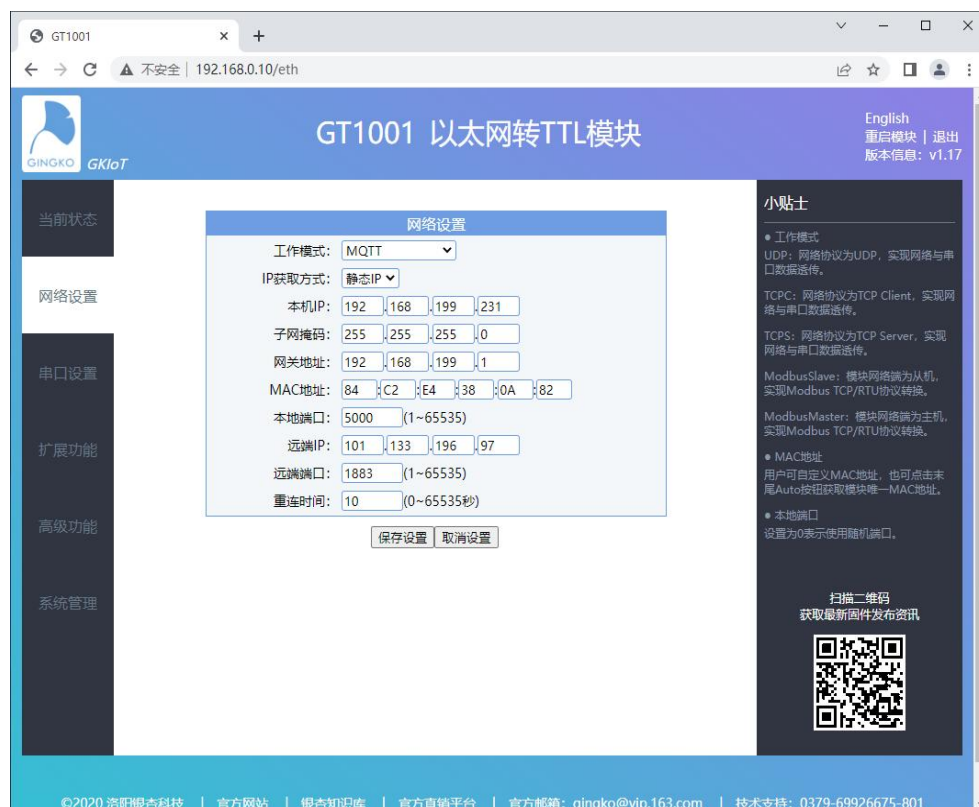

图 14-31 MQTT 模式网络参数设置
2) 将工作模式设置为 MQTT 模式，其他参数设置如图 14-31 所示（注意：远端 IP 和端口根据自己实际情况自行设定）；